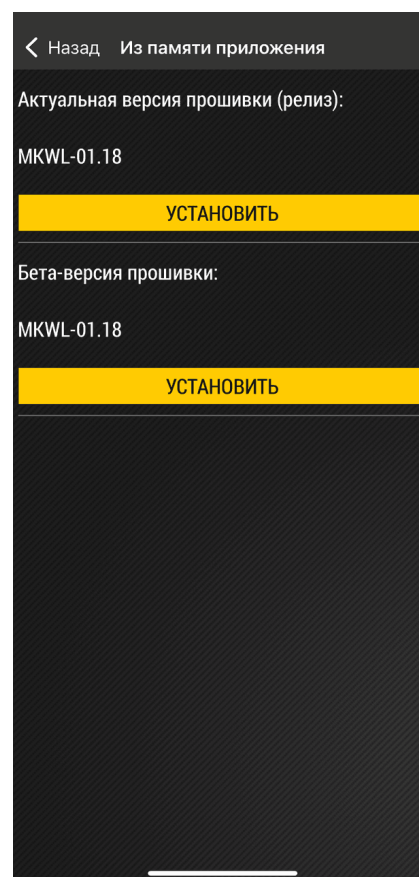

Рис.41. Установка прошивки
3. Выберите файл прошивки и нажмите кнопку **«Установить»** (**Рис.41**). По окончании обновления на экране появится сообщение об успешной установке.